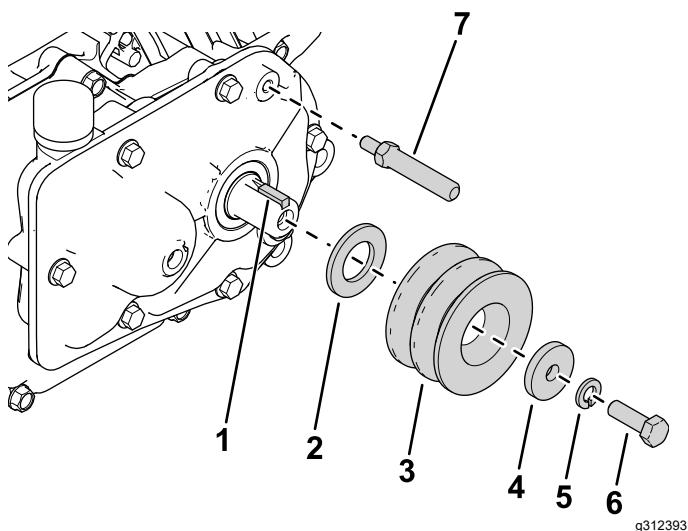

Рисунок 2
2. Вставьте квадратную шпонку в выходной вал (Рисунок 2).
3. Установите новую шайбу (M20), ведущий шкив, шайбу (5/16 дюйма), стопорную шайбу и болт (5/16 x 1 дюйм), как показано на Рисунок 2.
4. Установите поворотный вал тяги на редуктор (Рисунок 2).